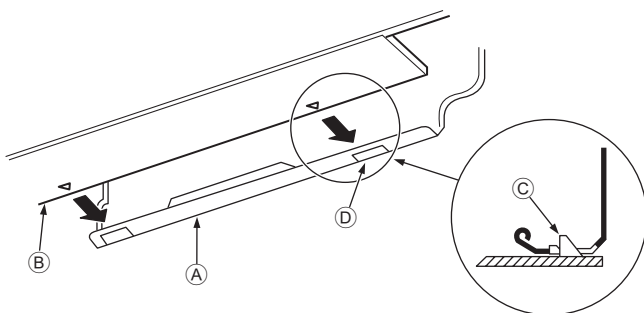

Fig. 3-10
- Enquanto introduz a tubagem do refrigerante e a mangueira de drenagem no furo da parede (bucha), pendure a parte superior da unidade interior na placa de montagem ①.
- Fixe empurrando a parte inferior da unidade interior para dentro da placa de montagem ①. (Fig. 3-10)
- * Verifique se os botões da parte inferior da unidade interior estão bem presos à placa de montagem ①.
- ⓐ Placa de montagem ①